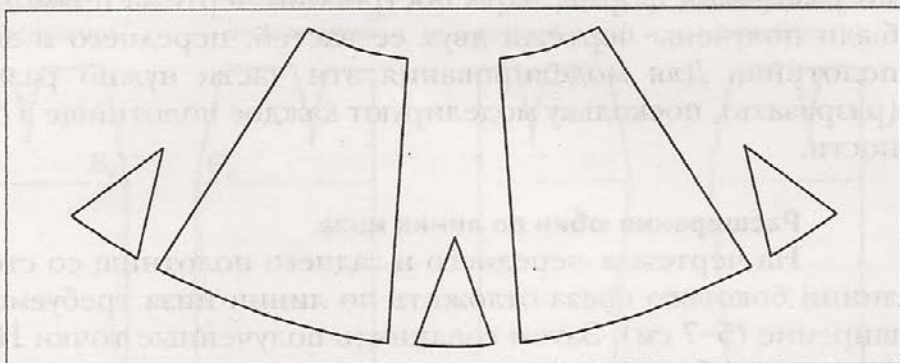

Рис. 33. Расширение клина вставкой
**Второй способ.** Расширение клиньевой юбки по линии низа при малом количестве ткани можно получить за счет вставки между основными клиньями дополнительных клиньев, величина которых зависит от желаемой ширины юбки (рис. 33).